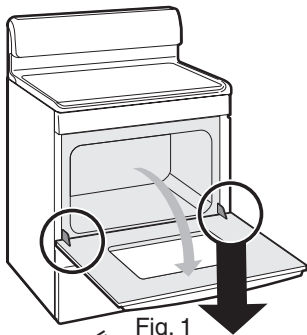

Fig. 1
1. Ouvrez entièrement la porte du four (horizontalement avec le plancher - fig. 1).